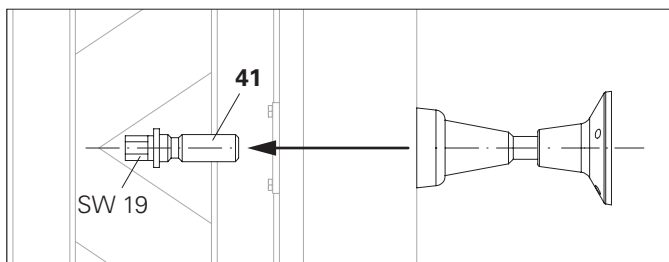

Fig. B1.10
2. Togliere la cassaforma. (Fig. B1.10)